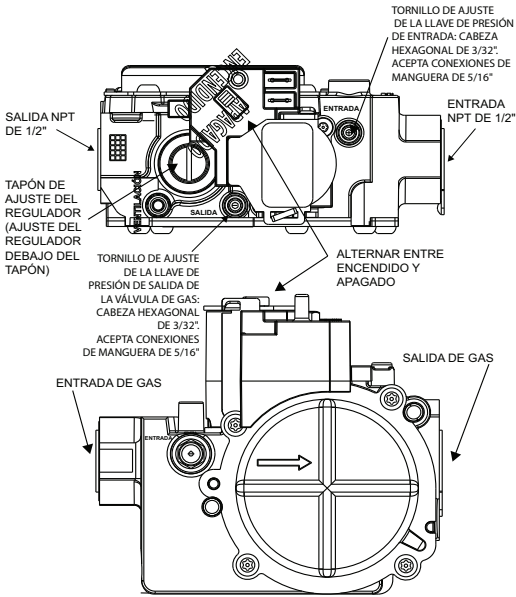

Fig. 68 – Válvula de control del gas
- Afloje el tornillo de ajuste en la llave de presión de la torre de salida no más de una vuelta con una llave hexagonal de 3/32 in. Consulte Fig. 68.